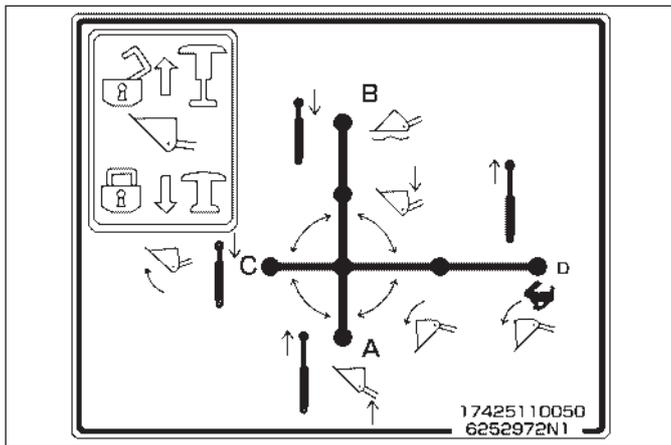

FIG. 5-37
**FIG. 5-37:** La commande à levier unique, 1, sert de manette de commande pour la vanne auxiliaire. En déplaçant le levier vers l'avant ou vers l'arrière, la vanne A/B fait monter ou descendre le chargeur (ou un autre équipement). En poussant le levier complètement vers l'avant, on atteint la position « flottage » qui permet à l'équipement de suivre les contours du terrain. Le déplacement latéral du levier actionne la vanne C/D commandant la position du godet. Le déplacement à gauche relève le godet et à droite, l'abaisse. En poussant le levier complètement à droite, le levier reste en position "régénération", autorisant un déversement rapide. Quand on l'utilise avec une lame, son inclinaison (gauche-droite) peut être contrôlée. Toutes les positions (flottage excepté) reviennent à la position neutre quand le levier est relâché. En position flottage, la vanne A/B est maintenue par un cliquet et il faut pousser le levier vers l'arrière pour libérer le cliquet.